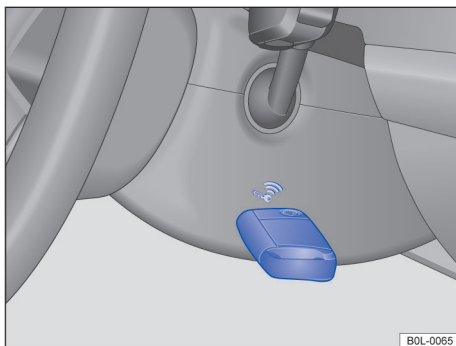

图 82 转向柱右侧：配备无钥匙闭锁/启动系统 Keyless Access（无钥匙进入系统）车辆上的应急起动功能
- 按压启动/停机按钮后，立即将车辆钥匙置于转向柱饰板右侧 → 图 82。